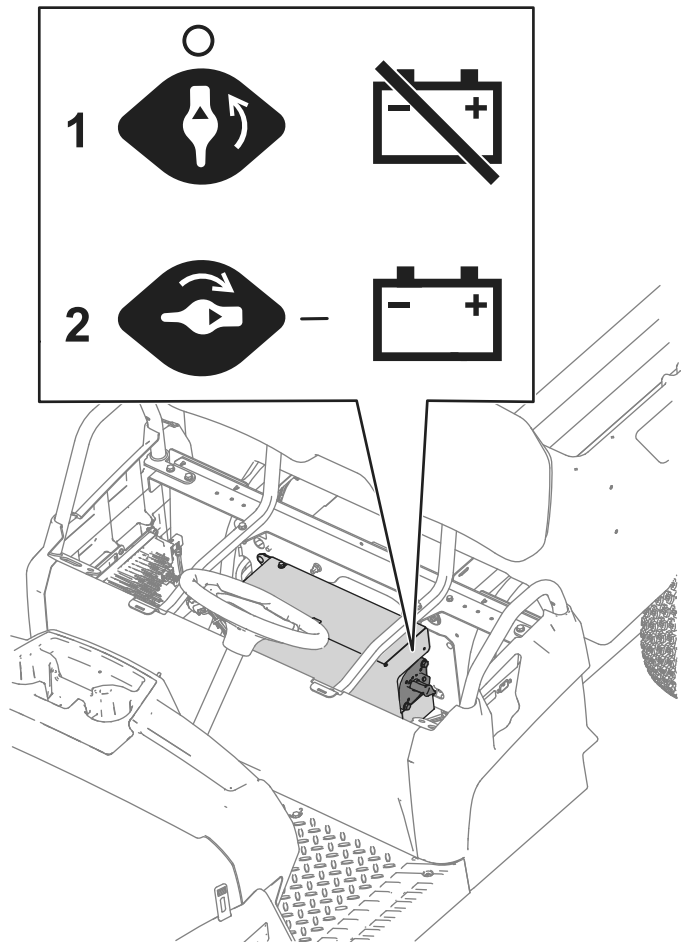

Figure 42
3. Placez le coupe-batterie à la position souhaitée, comme montré à la Figure 42.